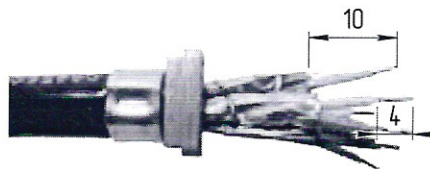

Рисунок 20 – Зачистка провода
6.7 Срезать экранирующую фольгу на длину 10 мм, зачистить провод на длину 4 мм (рис. 20).